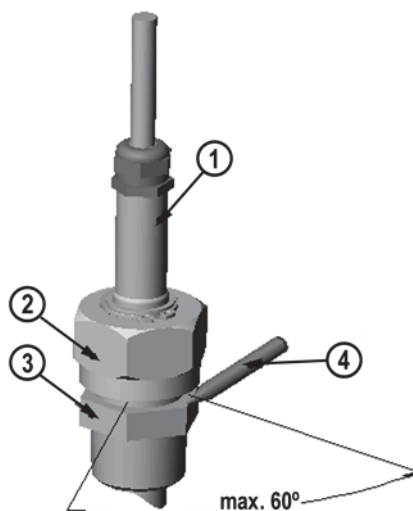

Рис. 15 Затягивание разъемной гайки
Следующие цифровые обозначения относятся к Рис. 15 на стр. 35:
10. Затяните разъемную гайку вильчатым гаечным ключом еще на $50 \dots 60^\circ$ ($1/6$ оборота). Если есть подходящий динамометрический гаечный ключ, затяните гайку с усилием до 45 ± 5 Нм (33 ± 4 фунта на фут). См. Рис. 15 на стр. 35.